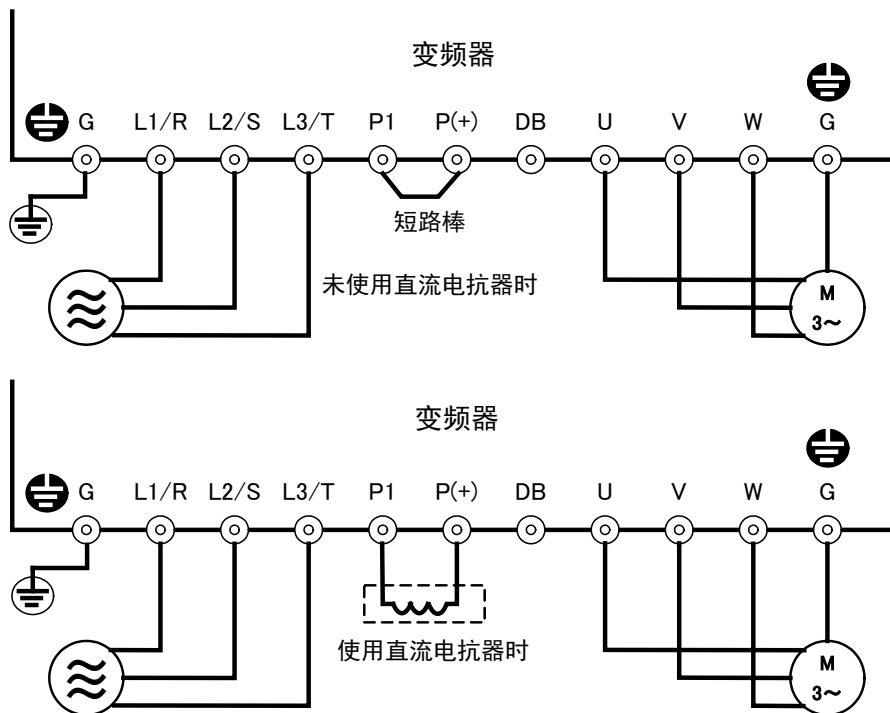

图4.2-1 主电路端子的连接图 (3 相电源时)
- (1) 主电源输入端子(L1/R, L2/S, L3/T)、变频器输出端子(U, V, W)以及变频器接地端子(⊕G)是否正确连接。(参考图4.2-1)